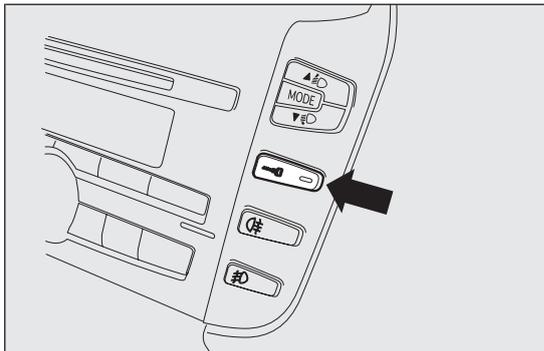

fig. 13
- botón fig. 13 de bloqueo/desbloqueo de puertas situado en la moldura central;